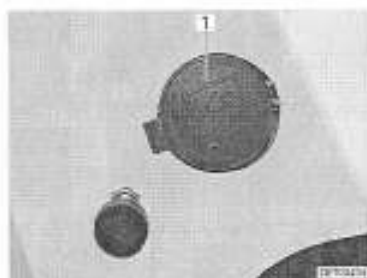

Fig. 25 Bec de remplissage réservoir pour liquide d'essuie-glace
- Enlever le couvercle (Fig. 25,1) du bec de remplissage du réservoir d'eau d'essuie-glace.